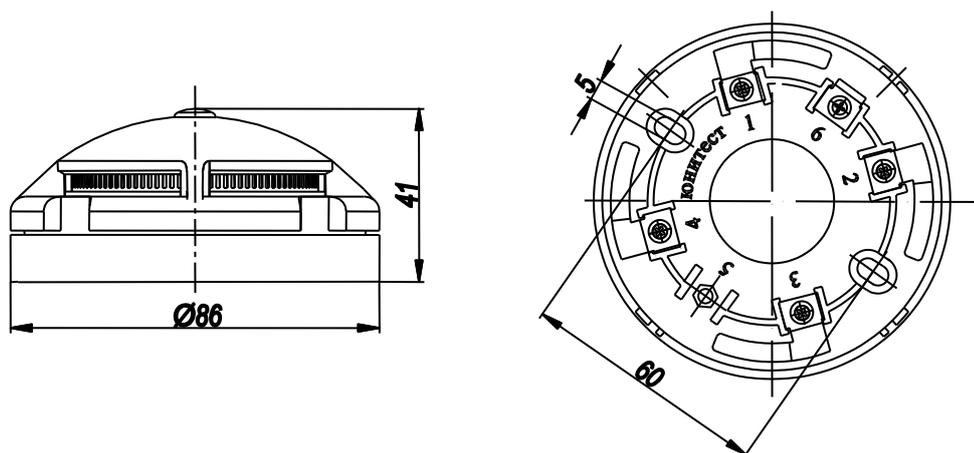

Рис.1. Габаритные и установочные размеры извещателя.
1.5. В зависимости от схемы подключения (см. рис. 1 и 2) извещатель подает извещения «ВНИМАНИЕ» или «ПОЖАР» на ПКП, что позволяет использовать его для управления пожарной автоматикой. Извещения подаются путем замыкания шлейфа сигнализации в прямой полярности с остаточным напряжением 8В.
4.2. Габаритные и установочные размеры извещателя представлены на рис.1, схемы подключения на рис.2-5.